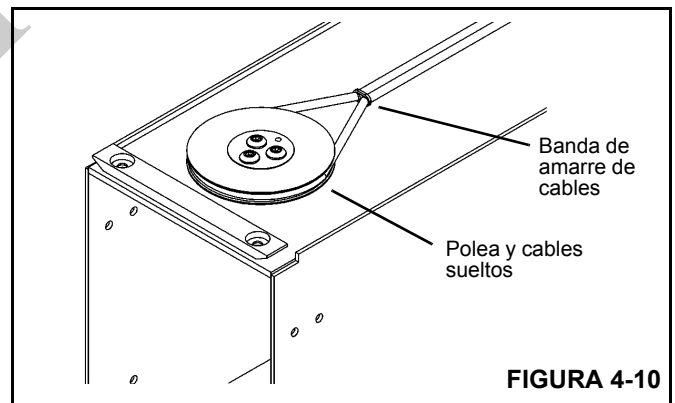

FIGURA 4-10
5. Pase el cable de proporción alrededor de la polea y colóquelo encima de la 3ª sección. (Este conjunto se fija a la 2ª sección posteriormente.) Ate los dos cables juntos como se muestra en la Figura 4-10.